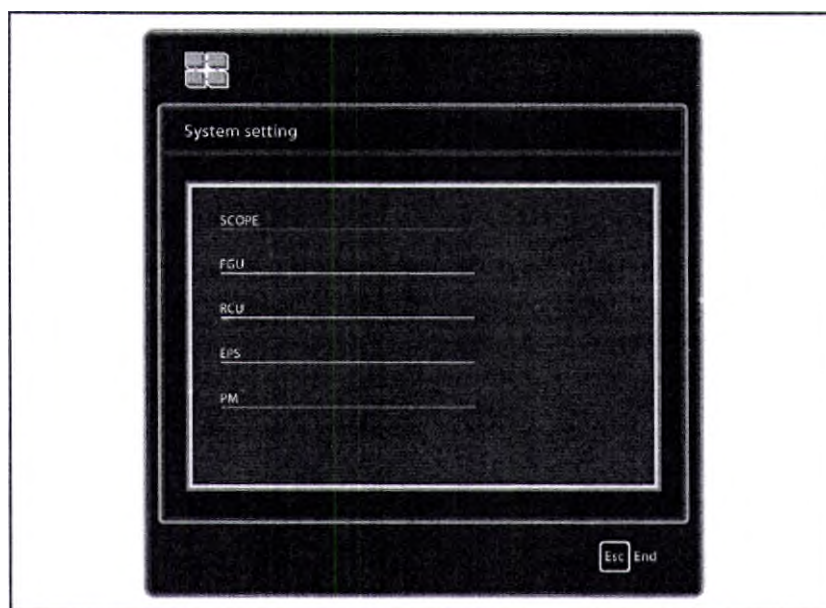

Рисунок 5.12
• Появится экран [System setting] (см. рисунок 5.12).